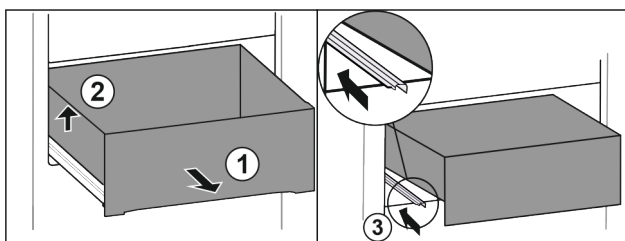

Fig. 13*
- ▶ Zásuvku zcela vytáhněte Fig. 13 (1)*
- ▶ Zásuvku vlevo nadzvedněte Fig. 13 (2)*
- ▶ Zasuňte levou kolejničku Fig. 13 (3)*